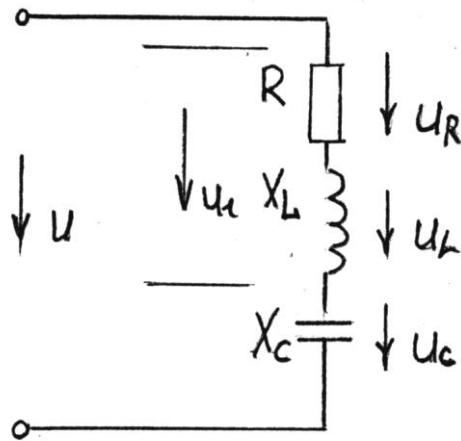

Рис. 9.
9. Визначити напруги U_R , U_L , U_C , U_I й струм I при резонансі напруг в колі, схему якого подано на рис. 9, якщо $U = 220$ В, $R = 22$ Ом, $X_L = 200$ Ом.